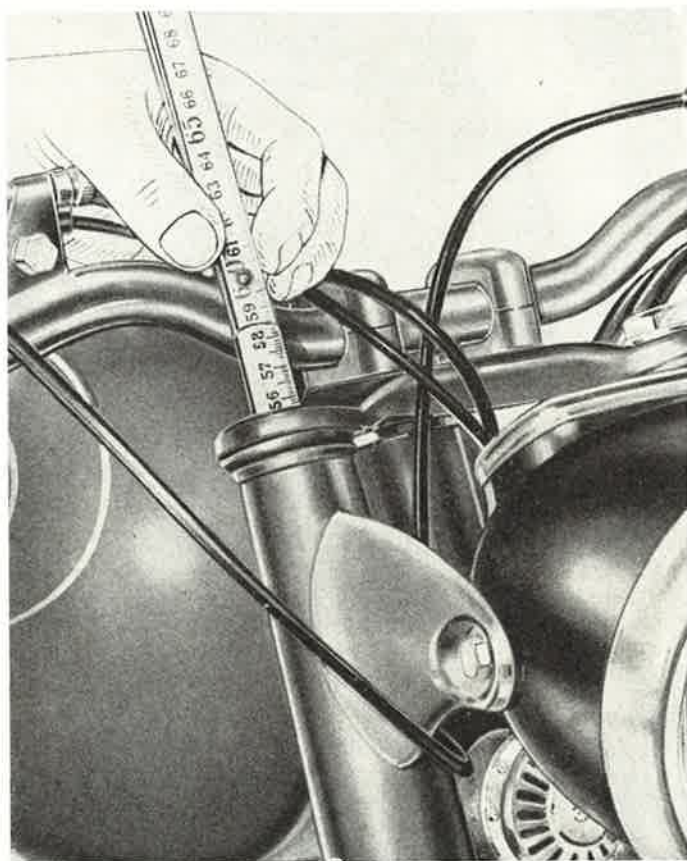

Fig. 7
(Ver fig. 7)
3.º Introducir en los brazos de la horquilla un metro, controlando que entre en el tubo en una longitud de 55'5 cm., partiendo de la parte superior del brazo como representa la fig. 7.